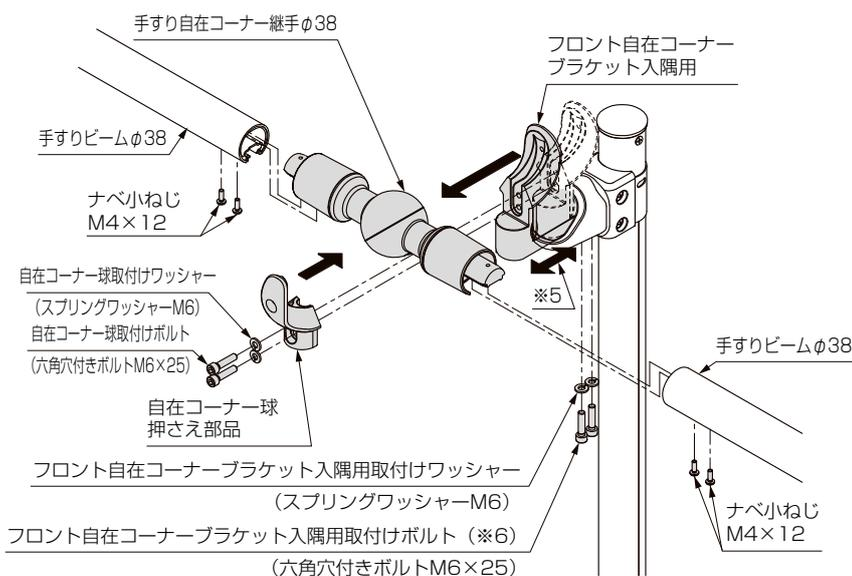

図6-16
- ①図6-16のようにして、自在コーナー球押さえ部品で手すり自在コーナー継手φ38を取付けてください。
- ②自在コーナー継手に手すりビームφ38をねじ止めしてください。